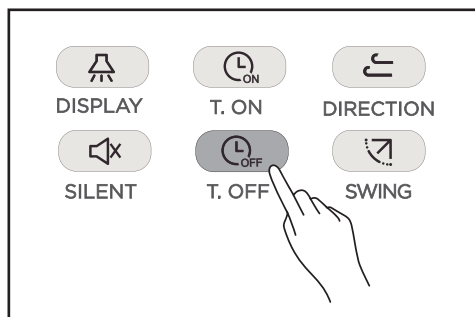

Figura 3.15
- Pressione  (consulte a Figura 3.15) e o controle remoto exibirá “Timer Off” (Temporizador desligado), e “0.0h Later Off” (0,0h mais tarde desligado) aparecerá na área do temporizador. Ajuste a configuração do temporizador desligado agora;